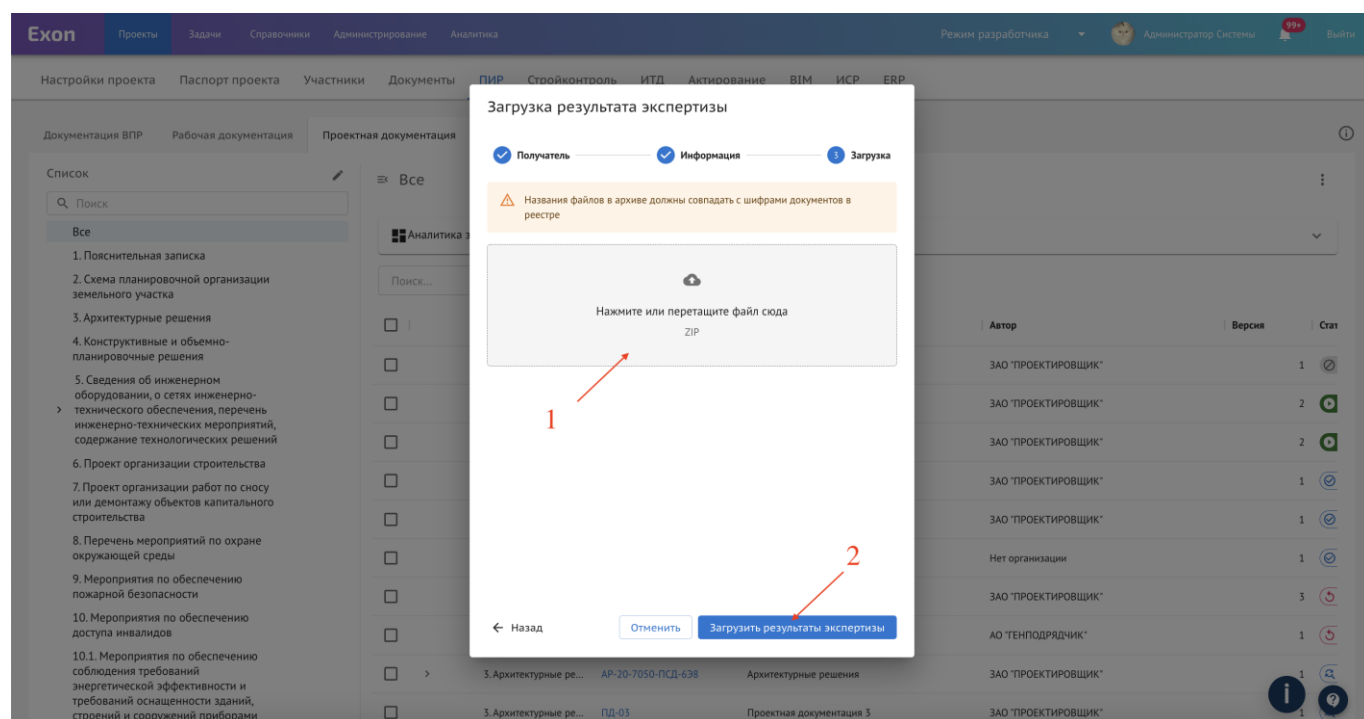

Рис. 100 – Загрузка документации после экспертизы
4. Загрузить тома проектной документации вышедших из экспертизы сформированные в архив (1), названия файлов в архиве должны совпадать с шифрами документов в реестре и нажать на «Загрузить результаты экспертизы» (2) (рис. 100).